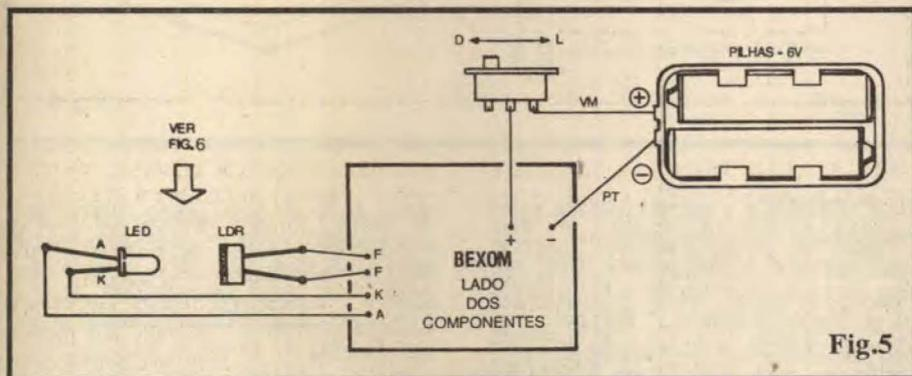

Fig.5
- FIG. 5 - CONEXÕES EXTERNAS À PLACA - Na figura anterior, o Leitor/Hobbysta deve ter reparado em algumas ilhas/furos codificados, porém "sem função" (naquele estágio...). Agora, explicamos a utilidade de tais pontos, justamente destinados às ligações externas à placa... Com o Impresso ainda visto pelo lado não cobreado, temos a alimentação
- Agora, finalmente, vamos às explicações mais "invocadas" quanto ao arranjo que condensou as idéias, resultando na **BEXOM**... Os dois desenhos no diagrama 6 dão uma visão - acreditamos - bastante clara dos vários "truques" utilizados... Em síntese, o tubo mais largo deve ser colado sobre uma base, "envolvendo" um dos dois imãs permanentes cilíndricos (retirados de velhos alto-falantes, como já dissémos...), este também colado à dita base. Logo "rente" à superfície superior do dito imã, dois furos laterais devem ser feitos no tubo largo, em posições diametralmente opostas (um furo "olhando" o outro...), guardando, cada um desses furos, dimensões suficientes para o "encaixamento" do LED e do LDR que formam o acoplador óptico (rever a **FIG. 5**, no ponto indicado por uma seta...). Esses dois componentes devem então ser fixados nos tais furos, com adesivo forte, de modo que a face sensora do LDR possa, frontal e diretamente, "ver" toda a luz emitida pelo LED... Para bom rendimento e "definição" das medições, o alinhamento do LED com o LDR deve ser tão perfeito quanto possível... Na fase seguinte da construção, inicialmente "experimenta-se" a **polaridade magnética** do **outro** imã, enfiando-o (pelo topo...) no tubo largo, até obter-se a posição na qual o imã já lá dentro fixado **repila** fortemente esse segundo imã... Notem que isso só ocorre quando se confrontam polo magnético **Norte** de um imã, com polo magnético **Sul** do outro (lá numa das primeiras "Aulas" do **ABC DA**